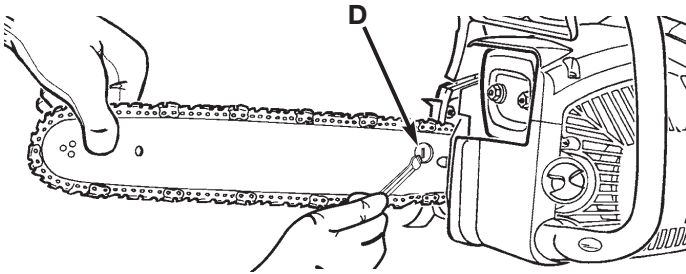

Fig. 22
1. Afloje la tuerca de la barra, entonces sostenga la nariz de la barra guía hacia arriba y dé vuelta al tornillo de ajuste (D) en DIRECCION DE LAS MANECILLAS DEL RELOJ para incrementar la tensión de la cadena. Dando vuelta al tornillo en DIRECCION CONTRARIA DE LAS MANECILLAS del reloj reducirá la suma de la tensión de la cadena. Asegúrese que la cadena se amolde ordenadamente todo el camino alrededor de la barra (Fig. 22).